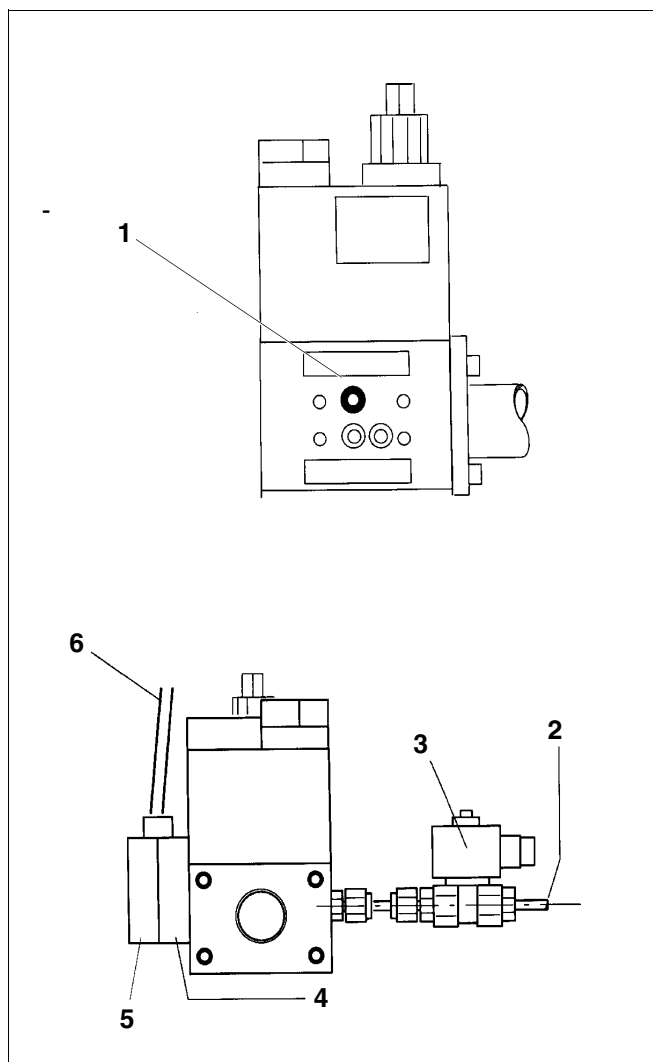

Fig. 71 Bloc gaz face extérieure (en haut) / face intérieure (en bas)
- Dévisser le couvercle du pressostat gaz (fig. 71, **pos. 5**).
- Fixer la partie inférieure du pressostat gaz (fig. 71, **pos. 4**) sur le bloc gaz à l'aide des vis jointées. Le câble de raccordement (fig. 71, **pos. 6**) du pressostat pour le coffret de contrôle du brûleur étant placé sur la **face supérieure**.
- Poser le couvercle du pressostat gaz (fig. 71, **pos. 5**) sur la partie inférieure de ce dernier (fig. 71, **pos. 4**) et serrer.
- Dévisser la conduite de gaz du brûleur d'allumage existante (fig. 71, **pos. 2**) reliée au bloc gaz (face interne) et au brûleur d'allumage.
- Placer l'électrovanne gaz du brûleur d'allumage (fig. 71, **pos. 3**) sur le bloc gaz (face interne).
- Mettre en place la conduite de gaz jointe (fig. 71, **pos. 2**, au brûleur d'allumage et à l'électrovanne gaz du brûleur d'allumage (fig. 71, **pos. 3**).
Légende fig. 71